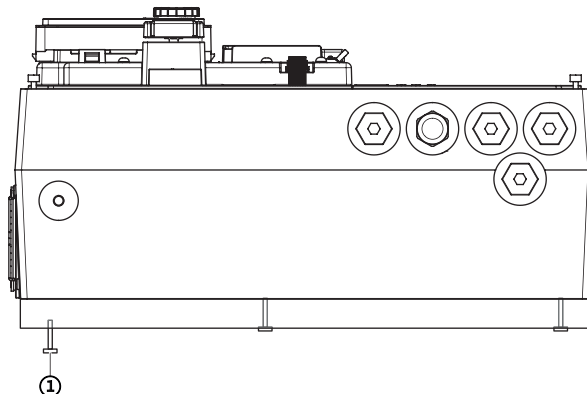

Fig. 116: Ослабить адаптерную плату
6. Открутить винты адаптерной платы на нижней стороне электронного модуля (Fig. 116, поз. 1).